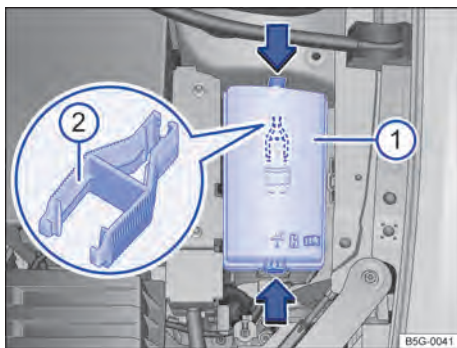

Fig. 194 No compartimento do motor: cobertura 1 da caixa de fusíveis com pinça de plástico 2.
- Pressionar as travas no sentido da seta → Fig. 194 ⓘ, para destravar a cobertura da caixa de fusíveis.
No lado interno da cobertura da caixa de fusíveis no compartimento do motor pode haver uma pinça de plástico → Fig. 194 ⓘ para a retirada dos fusíveis.